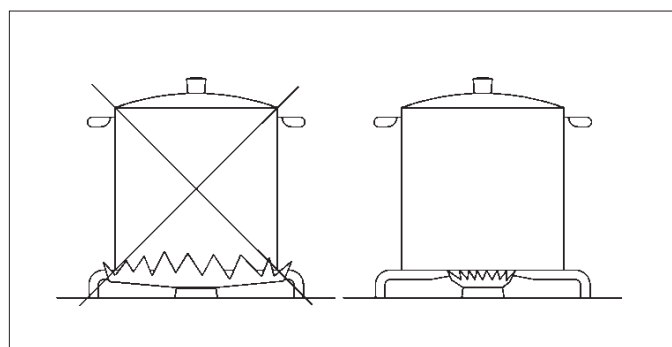

РИС. 2
- Для каждой конфорки используйте подходящие кастрюли (см. таблицу ниже и рис. 2).